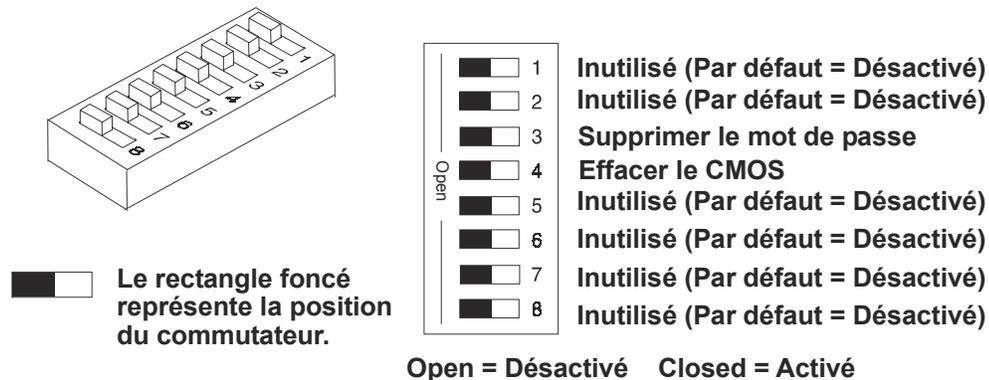

Figure 4-1. Position des commutateurs de configuration
2. Placez le commutateur 4 dans la configuration de la carte système (étiqueté "Clear CMOS") en position ON. Voir Figure 4-1.